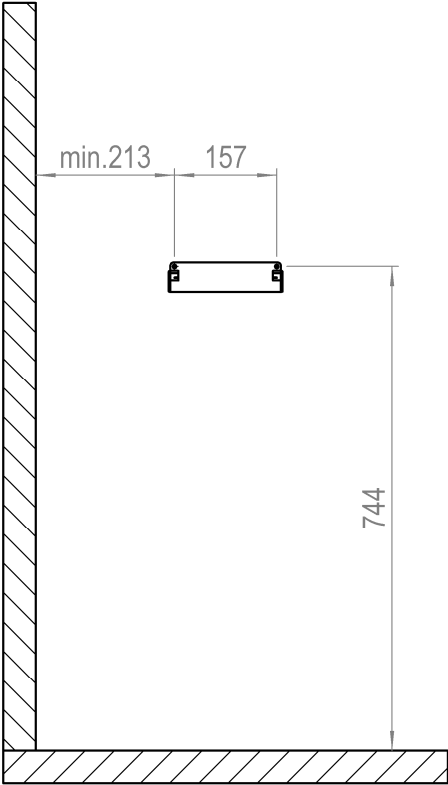

Fig.7
- Wandhalterung mit den zwei beiliegenden Holzschrauben 5x35 unter Berücksichtigung der Mindestabstände an die Saunawand anschrauben (siehe Fig.7).